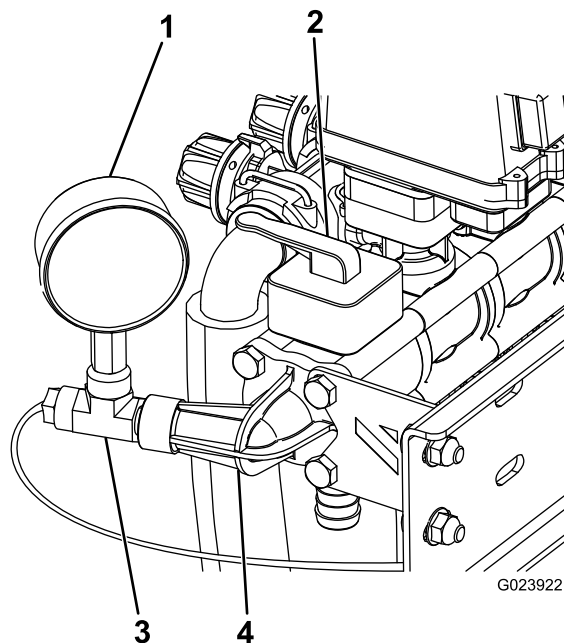

Figura 10
4. Instale o anel de retenção, a nova válvula de controlo, a porta do indicador de pressão previamente removida e o suporte de estabilização utilizando 4 parafusos compridos; consulte Figura 10.
5. Ligue a união em T à porta do indicador de pressão (Figura 10).
6. Ligue o indicador de pressão à união em T (Figura 10).